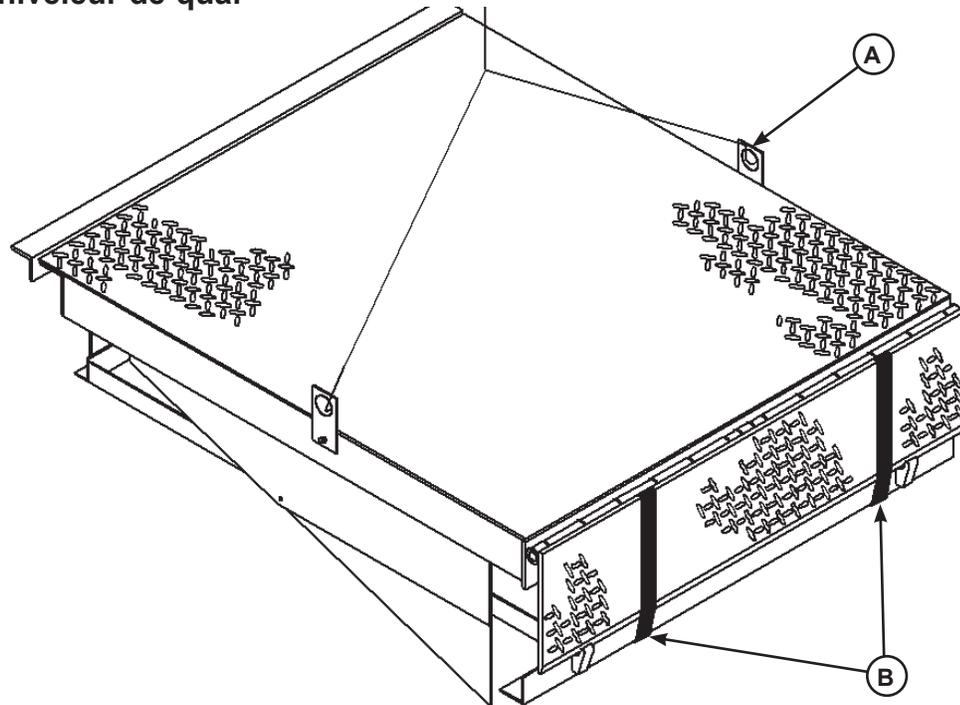

Figure 6
Les niveleurs de quai DLM sont livrés avec des pattes de levage (A) attachées aux poutrelles latérales de la plateforme et des feuillards (B) qui encerclent le hayon de plateforme et le bâti du niveleur (voir Figure 6).